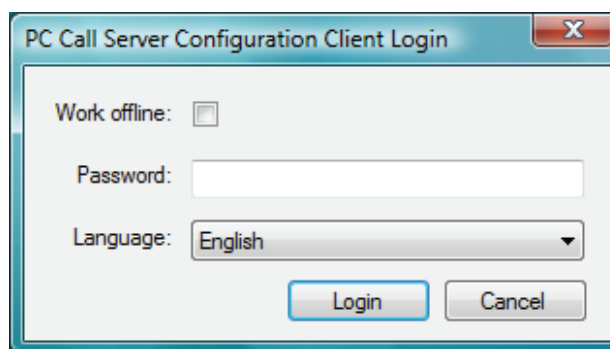

Abb. 59.1: PCCstConfig Login
- 2 Klicken Sie auf *PC Durchsagen-Server Konfigurations-Client*. Es erscheint ein Bildschirm, der dem in Abb. 59.1 ähnelt.